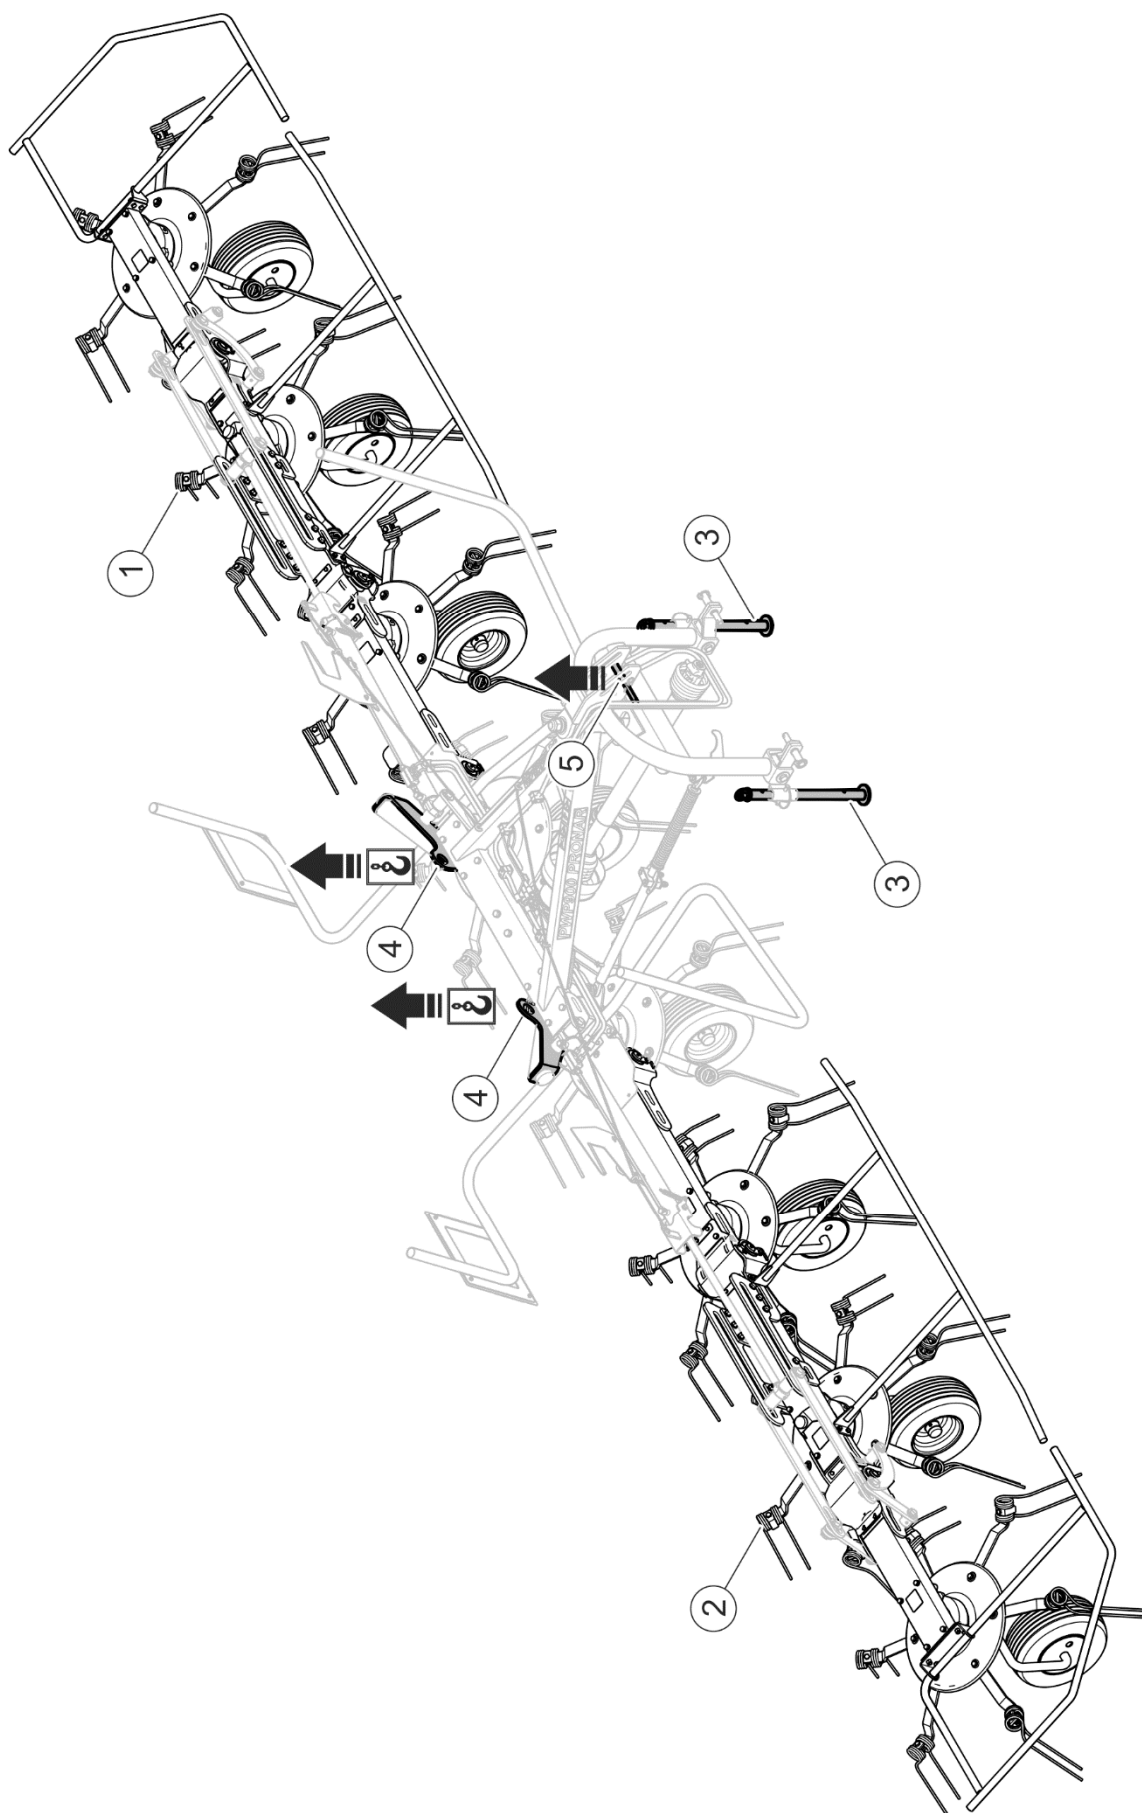

РИСУНОК 1.2 Транспортное положение и места крепления ворошилки карусельного типа во время погрузки.
Подсоединение ворошилки к подъемным устройствам осуществляется в предусмотренных для этого местах (РИСУНОК 1.2), т.е. за транспортные захваты (4) и шкворень центрального сцепного устройства (5). Места крепления обозначаются информационной наклейкой. Рекомендуется, чтобы на время перемещения и транспортировки ворошилка находилась в транспортном положении, т.е. правый (1) и левый (2) модули ворошилки должны быть подняты вверх, а опоры (3) опущены в нижнее положение. Тросы или ремни подъемных приспособлений, которые задевают за элементы ворошилки, сложенной в транспортное положение, необходимо также демонтировать. Во время подъема ворошилки необходимо соблюдать особые меры предосторожности, не допускать до перекоса машины и избегать получения травм от выступающих элементов машины.
На время погрузки ворошилка должна быть установлена в транспортное положение (РИСУНОК 1.2).